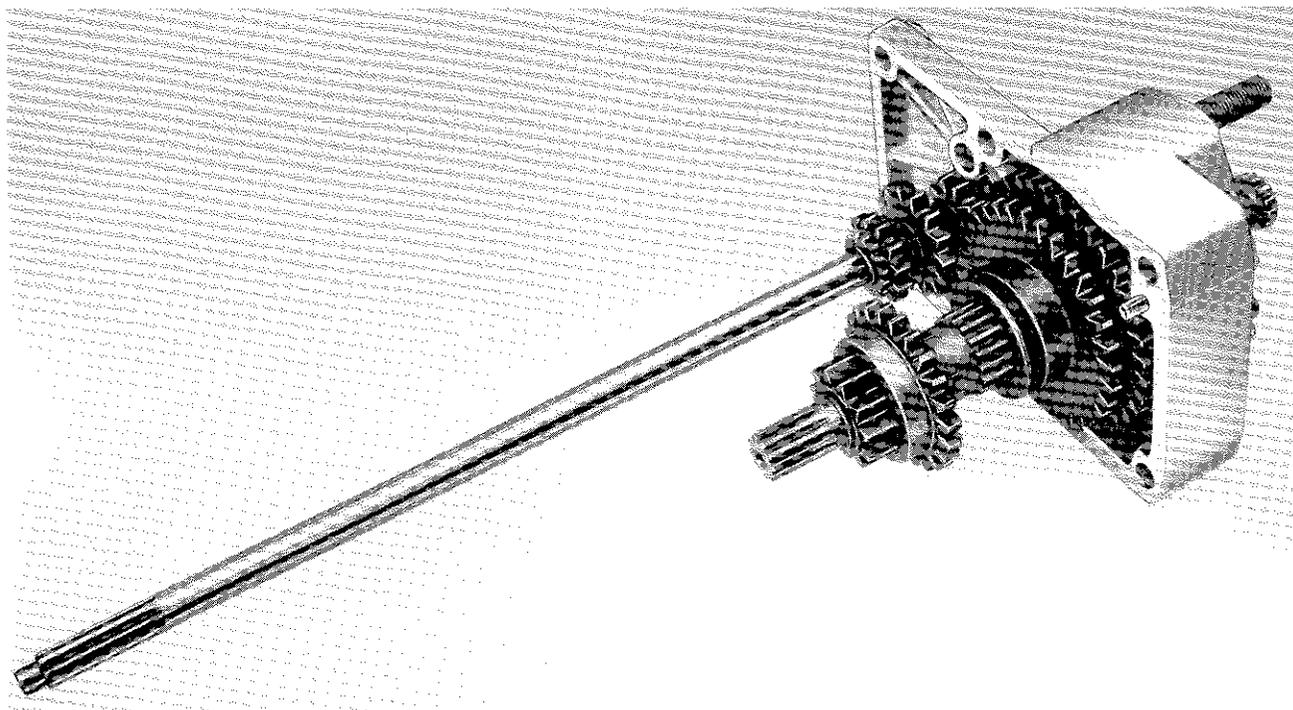

Fig. 14 - Coperchio carter completo
Scomporre il coperchio carter (vedi fig. 14) nel seguente ordine:
Montare nel coperchio carter 1 (vedi fig. 14) i particolari sottodescritti, procedendo nel seguente ordine.
- applicare sulla superficie di tenuta del coperchio carter 1 (vedi fig. 14) e sul carter mastice Arexons, poi inserire la relativa guarnizione;